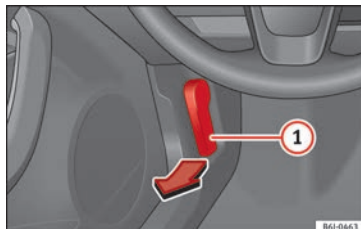

Fig. 5 Palanca de desbloqueo en el espacio reposapiés del conductor.
- Abrir el capó: tire de la palanca que hay debajo del tablero de instrumentos » fig. 5 ①.